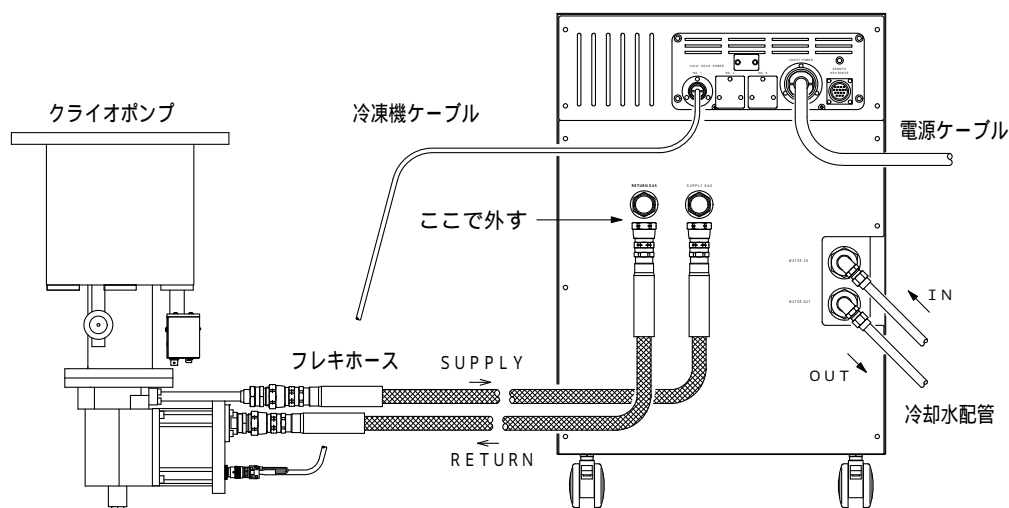

図 8-2 フレキホースの切り離し
3. 停止した直ぐに、コンプレッサユニット側のSUPPLY、RETURNのフレキホースをはずしてください(図8-2)。